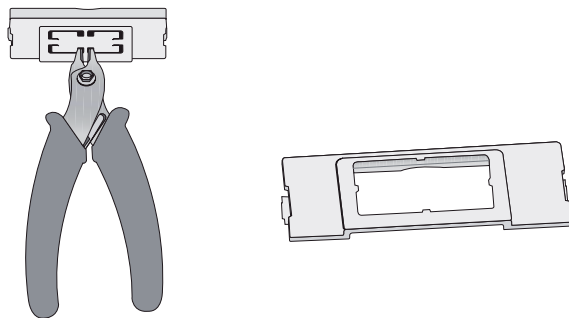

Fig. 3
3. introduire la carte optionnelle dans le connecteur peigne correspondant en veillant à ce que la carte soit correctement insérée et qu'elle bute contre les deux appuis en plastique faisant partie du boîtier du PCO3 (voir figure 3) ;